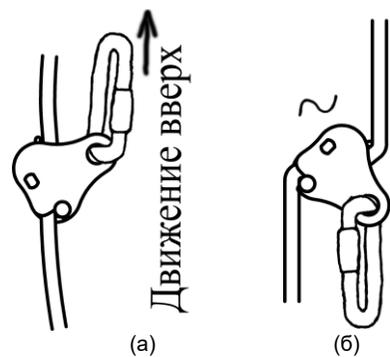

Рис. 4.
6. Принцип работы зажима отображен на рис. 4а-б.